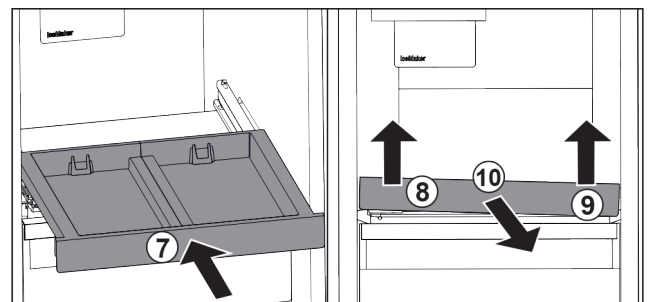

Fig. 31
- ▶ Вставити витяжну панель. Fig. 31 (7)
- ▶ Підняти витяжну панель спереду ліворуч. Fig. 31 (8)
- ▶ Підняти витяжну панель спереду праворуч. Fig. 31 (9)
- ▶ Витяжну панель витягнути вперед. Fig. 31 (10)